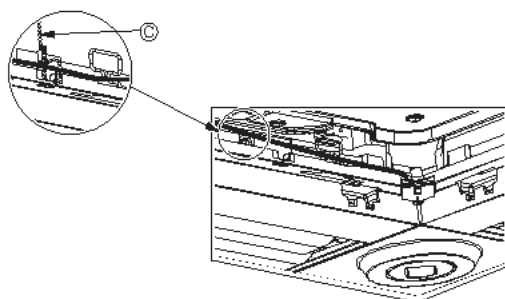

Fig. 10-12
• Säkra i-See-sensorns och signalmottagarens ledningar till panelen med fästena som visas på bilden så att ledningarna inte hänger löst och klipp sedan bort den överflödiga änden av fästena. (Fig. 10-12)
• Ändra funktionsinställningarna om i-See-sensorn flyttades från "o", position (E), till "a", position (F). (Se sidan 194)